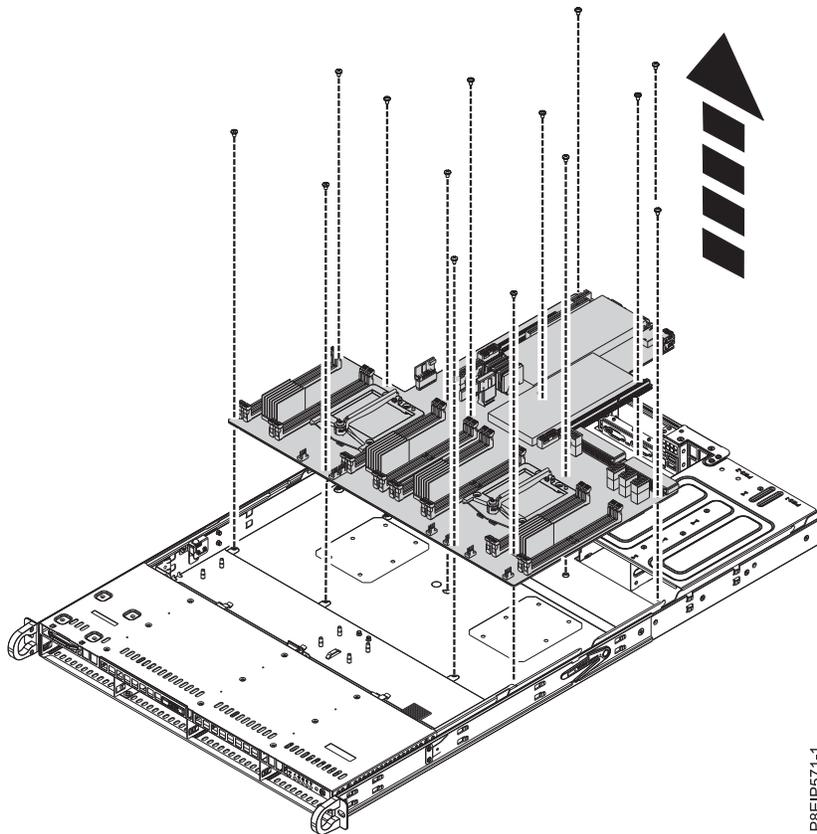

Figure 63. Soulèvement du fond de panier système
9. En dégageant complètement les câbles avant et en maintenant soigneusement le dissipateur thermique du processeur, déplacez légèrement le fond de panier système vers l'avant et vers le haut pour le retirer. Voir figure 63, à la page 55.